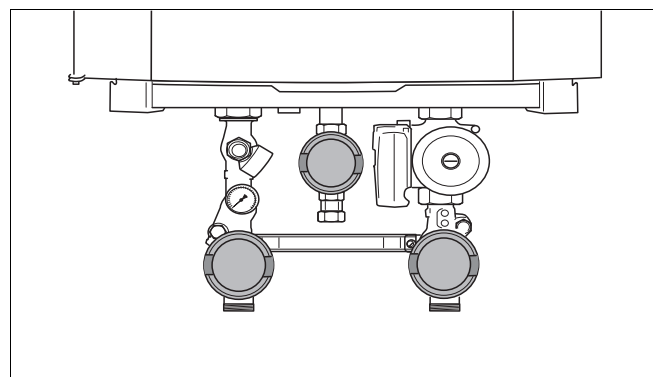

Fig. 100 Închideți robinetele (aici: poziția "închis")
- Închideți robinetul de gaz (fig. 100).
- Închideți robinetele de întreținere (fig. 100).